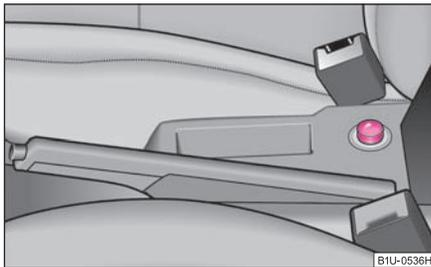

Fig. 91 Console centrale: Allume-cigares
- Appuyez sur le bouton d'allumage de l'allume-cigares ⇒ fig. 91.